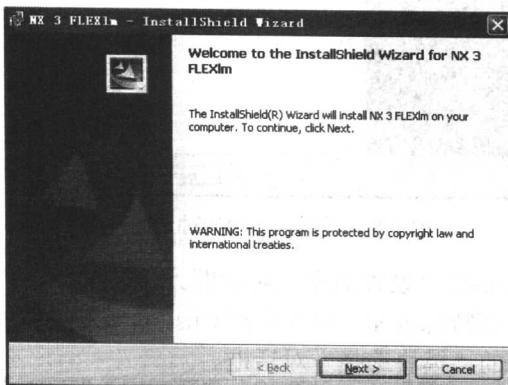

图 1-3 “服务安装开始”对话框
(2) 假定选择英语(美国)，单击“确定”按钮，将出现如图 1-3 所示的“服务安装开始”对话框。